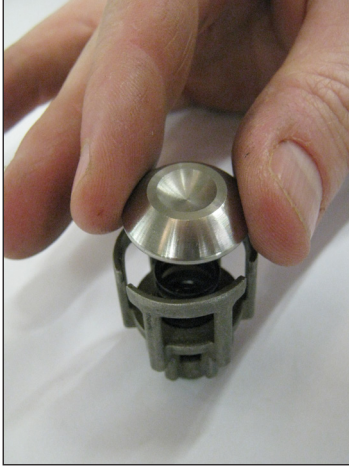
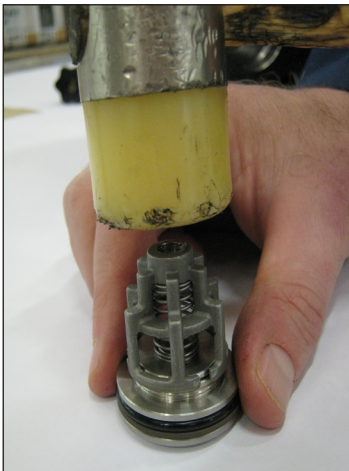

Fig. 24
Fig. 25
- 1 **Durant l'assemblage des groupes de la soupape d'aspiration et de refoulement (Fig. 24, Fig. 25), il est recommandé de ne pas inverser les ressorts d'aspiration avec ceux du refoulement précédemment démontés :**